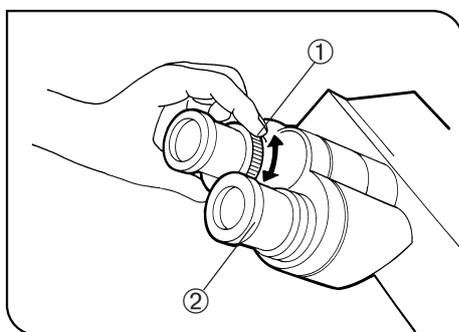

Fig. 22
2. Guardare nell'oculare agendo sull'anello di regolazione diottrica e mettere a fuoco il campione agendo solo sull'anello di regolazione diottrica ① (Fig. 22).